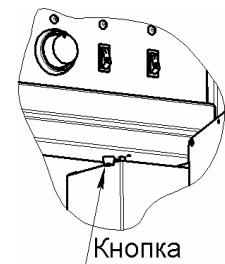

Рис. 4
7.7 При понижении уровня воды в кармане ванны ниже допустимого, терморегулятор защиты ТЭНа от «сухого хода» SK2 отключит ТЭН и включит звуковой сигнал, соответственно загорится сигнальная лампа HL4 «нет воды». Для продолжения работы мармита необходимо довести уровень воды до номинального (полный карман), открыть правую дверку мармита, открутить защитный колпачок терморегулятора защиты ТЭНа и нажать на кнопку - терморегулятор включится рис.4.